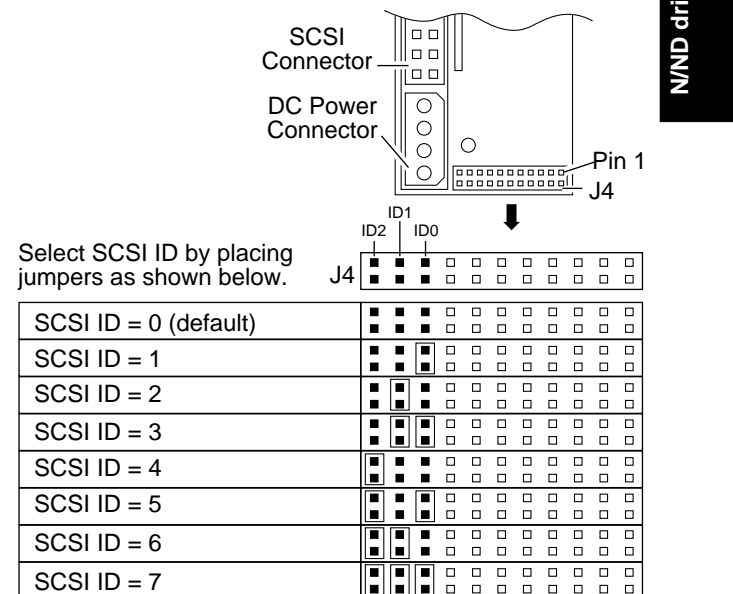

Figure 10. Setting the SCSI ID
3. Verify that you have correctly installed SCSI ID jumpers (see Figure 10, 15 or 21).
3. Stellen Sie sicher, daß die SCSI-Kennungsbrücken. Siehe Abbildung 10, 15 und Abbildung 21.
Use the J4 connector to set the SCSI ID (Figure 10). To change the SCSI ID, install jumpers on the appropriate pins as shown in the illustration.